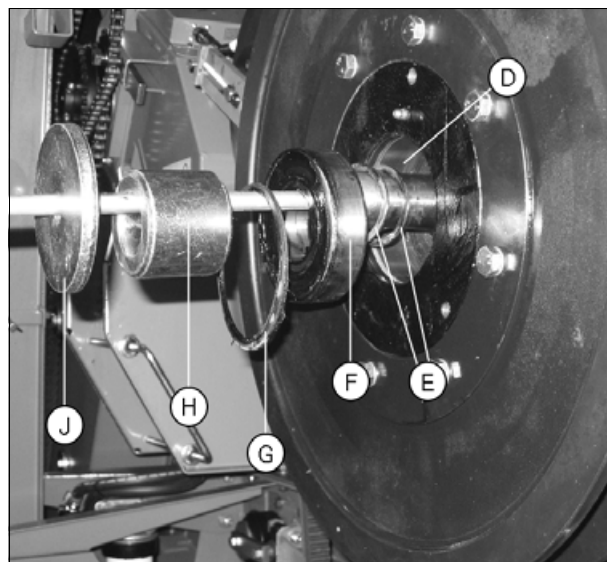

Рис. 9.
- Установите внутреннее стопорное кольцо (D), регулировочные прокладки (E) (в том же количестве, которое было снято), подшипник (F), стопорное кольцо (G), дистанционную втулку (H) и шайбу (J) в порядке, указанном на \(рис. 9\).